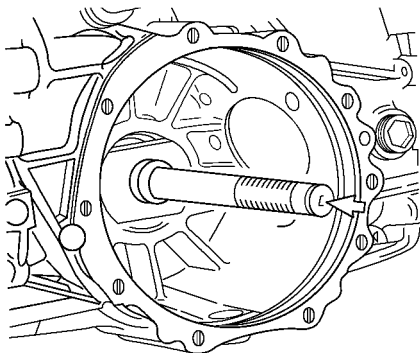

图 4 - 17 安装调整垫片 S2 和
(1) 装上调整垫片 S2 和差速器轴承外圈 ,如图 4 - 17 所示。